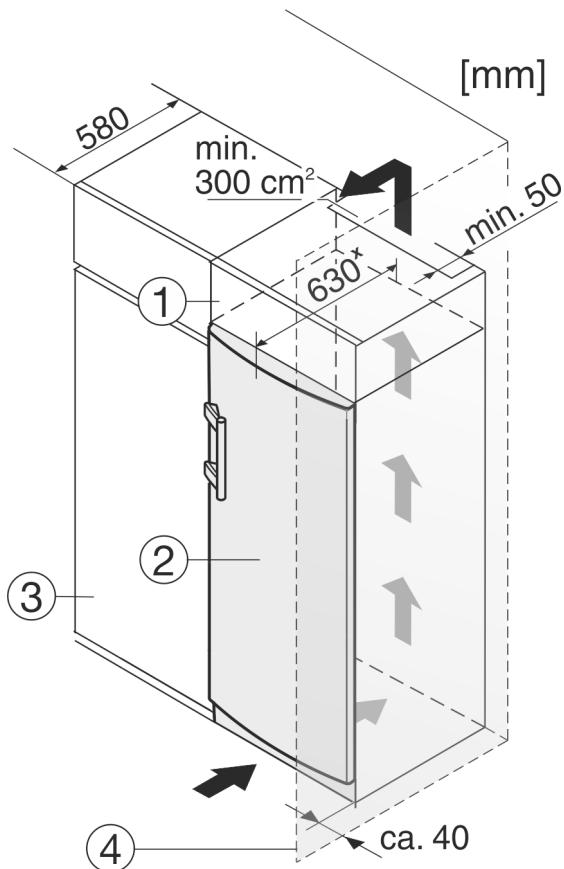

Fig. 12
Okoli naprave lahko vgradite kuhinjske omare. Za poravnavo naprave Fig. 12 (2) s kuhinjskimi elementi lahko nad napravo postavite ustrezno nadgradno omarico Fig. 12 (1).
Pri vgradnji aparata v kuhinjske omare (globina maks. 580 mm) lahko aparat postavite neposredno ob kuhinjsko omaro Fig. 12 (3). Aparat je ob strani postavljen 34 mm x in na sredini aparata 50 mm x od čelne stranice kuhinjske omare.
Če aparat postavite s tečaji ob steni Fig. 12 (4), mora razdalja med aparatom in steno znašati vsaj 40 mm. To ustreza velikosti ročaja pri odprtih vratih.